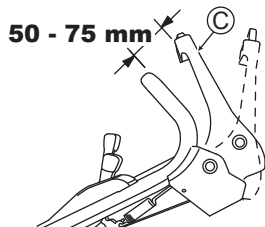

Abb. 24
Nehmen Sie die Justierung so vor, dass die Klinge sich zu drehen beginnt, wenn der Abstand zwischen dem Klingenhebel (C) und dem Griff 50 - 75 mm beträgt und der gelbe Knopf, wie in Abb. 24 dargestellt, gedrückt ist.